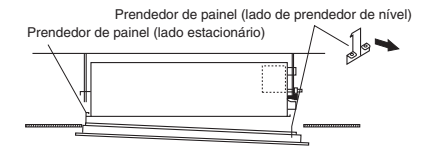

Fig. 7-22
- Enganche primeiro o prendedor estacionário e, em seguida, carregue no lado oposto para encaixar o prendedor de nível para instalar como mostrado na Fig. 7-22.
Solte um lado do painel carregando no prendedor do painel na direcção da seta. (Vide Precaução.) Retire completamente o painel de tecto ao desenganchar o prendedor estacionário. (Fig. 7-22)